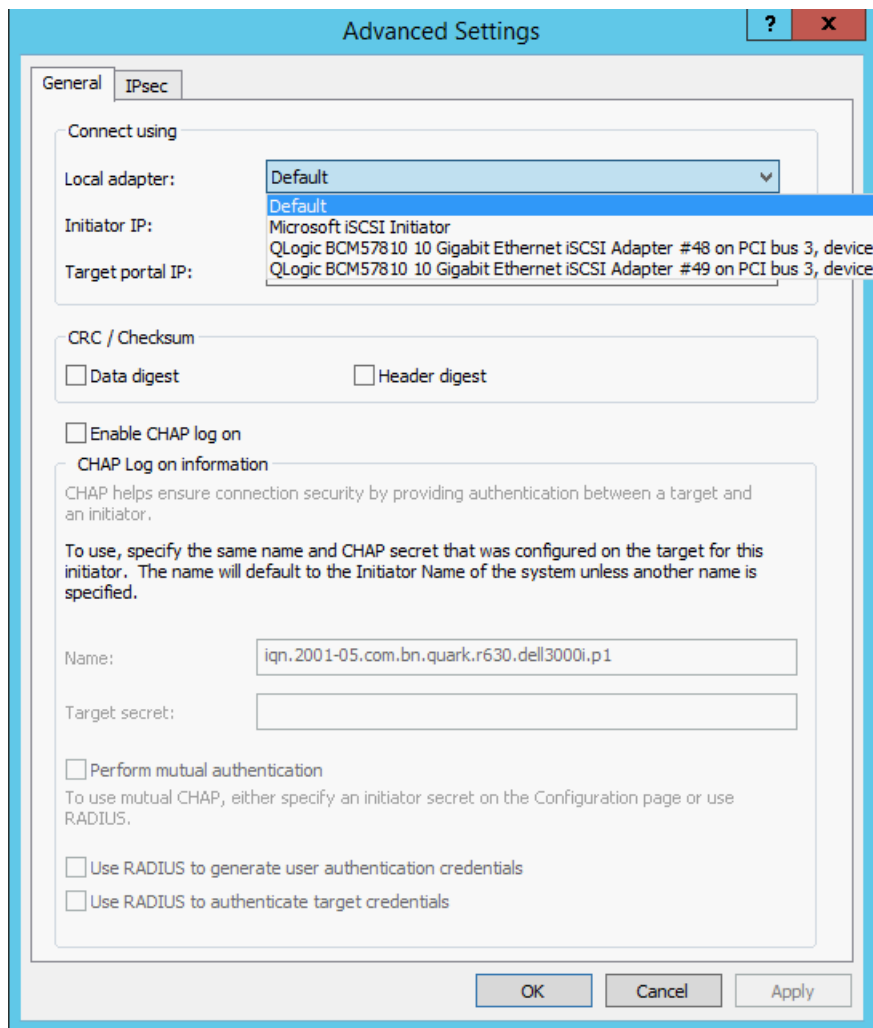

図 11-15. Advanced Settings (詳細設定) : General (一般) ページ、Local Adapter (ローカルアダプター)
11. Advanced Settings (詳細設定) ダイアログボックスの General (一般) ページで、**Local adapter** (ローカルアダプター) として Marvell 57xx および 57xxx C-NIC iSCSI アダプターを選択し、**OK** をクリックします。図 11-15 はその一例です。